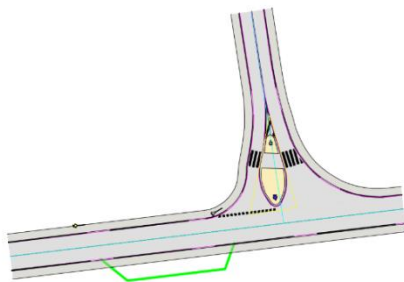
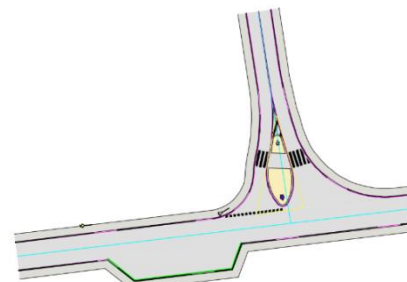

Figure 8: Polyligne à intégrer dans le marquage du carrefour
Figure 9: Polyligne intégrée dans le marquage du carrefour
- [3] et [3’] une polyligne à intégrer dans la construction du marquage à gauche ou à droite (voir Figure 8 et Figure 9)